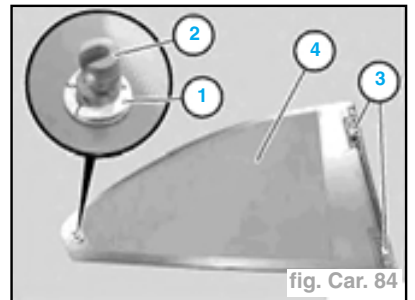

fig. Car. 84
- L'agrafe (1) doit être correctement positionnée (fig. Car. 84).
- L'ouverture du support (2) doit être dirigée vers l'arrière.
- Les filetages (3) de la vitre orientable (4) ne doivent pas être endommagés.